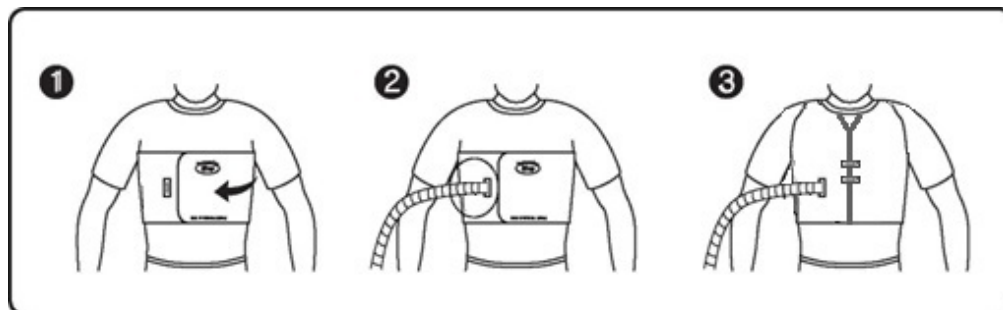

Рисунок 45. Крепление пояса (жилета) перкуSSIONного
3. Подсоедините прямой соединитель 22М-22М к дыхательной трубке, а затем - к маске, как показано на Рис. 45